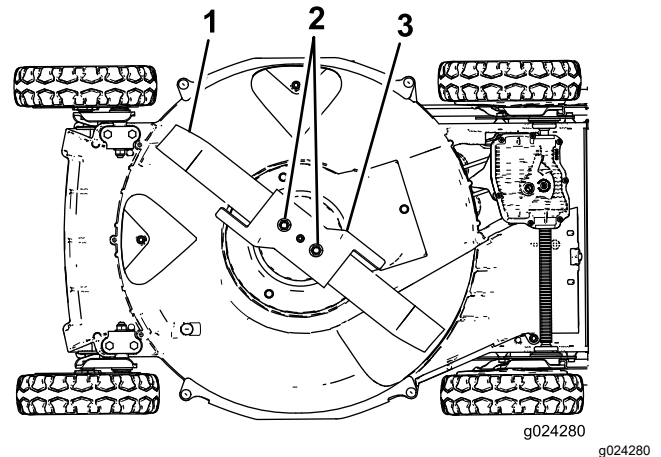

Figure 27
5. Basculez la machine sur le côté **droit** (filtre à air en haut), comme montré à la Figure 27.